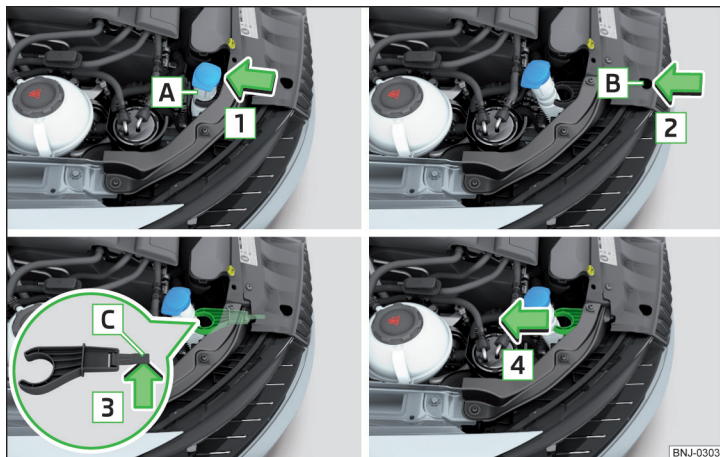

Fig. 297 Demontarea suportului pentru ștuțul rezervorului de lichid de spălare
- › Desprindeți ștuțul rezervorului **A** din cleme de la suport, în sensul săgeții **1** » fig. 297.
- › Împingeți suportul ștuțului rezervorului în sens opus săgeții **4** » fig. 297. Suportul trebuie să se fixeze bine.